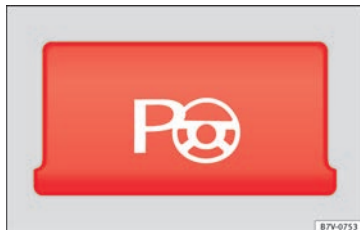

Fig. 212 Detalle de la consola central: tecla para conectar manualmente el sistema de asistencia al volante para aparcar.
- **En aparcamientos paralelos a la calzada:** pulse la tecla  a una velocidad de hasta 50 km/h (31 mph) **una vez**. Cuando la función está activa, se ilumina el testigo de la tecla » **fig. 212**.
• **En aparcamientos perpendiculares a la calzada:** pulse la tecla  a una velocidad de hasta 50 km/h (31 mph) **dos veces**. Cuando la función está activa, se ilumina el testigo de la tecla **» fig. 212.**
- Pulse la tecla . Cuando la función está activa, se ilumina el testigo de la tecla **»» fig. 212**.